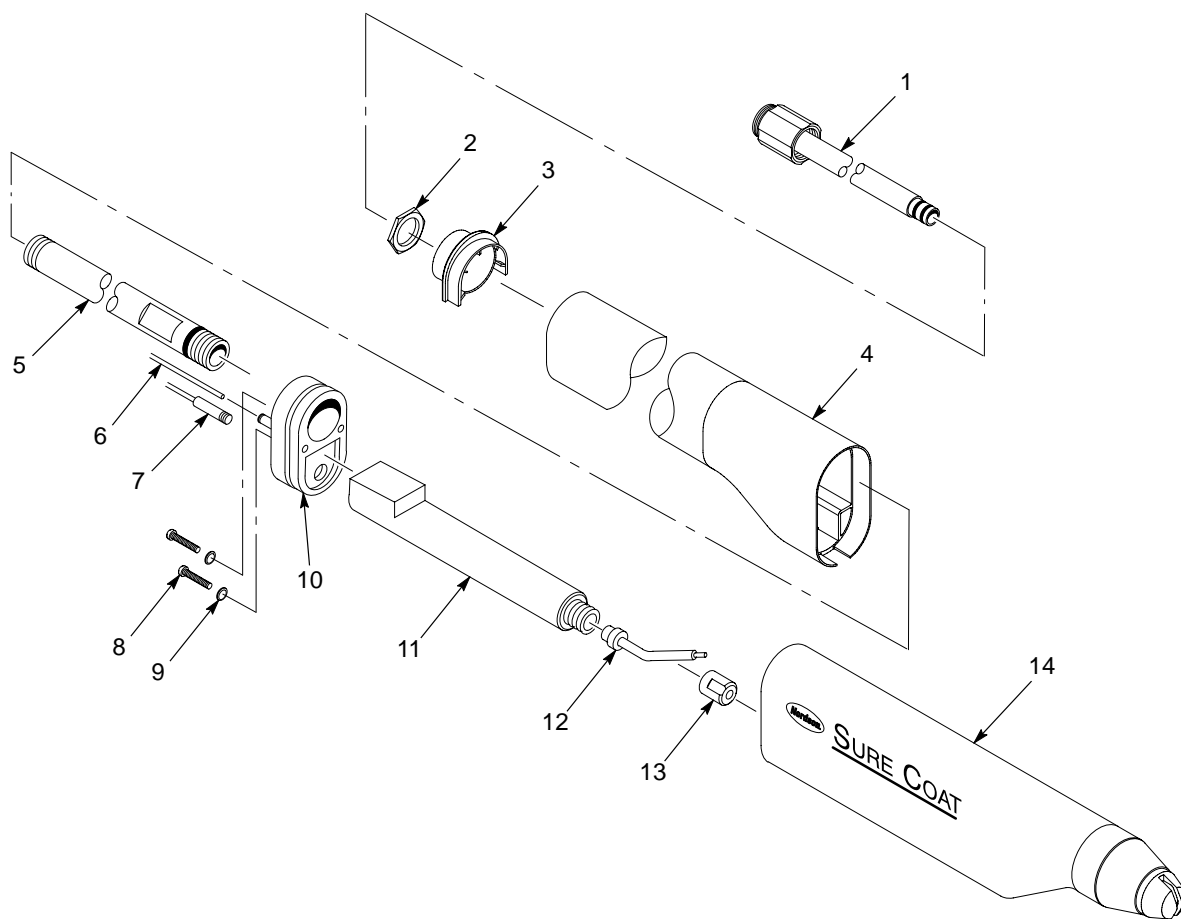

Figura 6-4 Substituição do multiplicador da pistola com tubo de suporte
Consulte a figura 6-4.
1. Instale a ponta de contacto (12) no novo multiplicador (11).
2. Deslize a porca do multiplicador (13) sobre a ponta de contacto e enrosque-a na extremidade do multiplicador até que a porca esteja encostada à parte anterior do multiplicador.
3. Introduza o novo multiplicador no corpo (14). Certifique-se de que o multiplicador está orientado como se mostra na Figura 6-4.
4. Instale a consola de suporte (10) no corpo. Fixe a consola de suporte utilizando os parafusos (8) e as juntas tóricas (9).
5. Aparafuse o tubo (5) da barra de fixação à consola de suporte.
6. Ligue o cabo de extensão (7) e a extensão do tubo de ar (6) à consola de suporte.
7. Deslize o tubo da barra de fixação e as extensões do cabo e do tubo de ar para dentro da extremidade maior do tubo de suporte (4). Empurre o tubo de suporte contra a consola de suporte, tanto quanto possível.
8. Instale o localizador (3) do tubo da barra de fixação sobre a extremidade do tubo da barra de fixação e para dentro da extremidade do tubo de suporte.
9. Aperte o localizador do tubo da barra de fixação, com a porca de bloqueio (2), não mais do que $\frac{1}{8}$ de volta para além do aperto com a mão.
10. Instale o conjunto de corpo do conector da mangueira e de tubo de pó (1) e não aperte o corpo do conector da mangueira mais do que $\frac{1}{8}$ de volta para além do aperto com a mão.